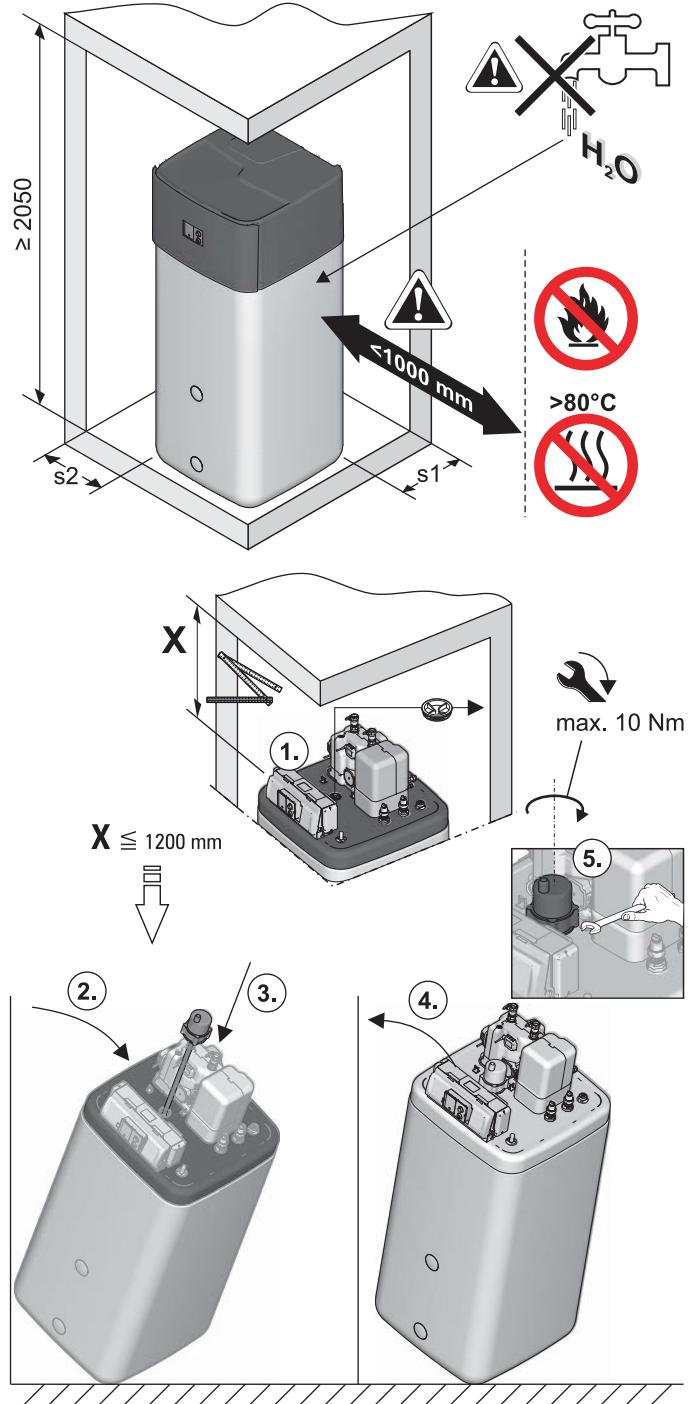

Bild 4-5 Aufstellung (dargestellt an ROTEX HPSU compact 508/516 mit Einbau des optionalen Backup-Heaters)
- Empfohlene Abstände (Bild 4-5):
- Zur Decke (X): ≥ 1200 mm, mindestens 480 mm.
- Falls benötigt, optionalen Backup-Heater (BUxx) in die ROTEX HPSU compact einbauen (Bild 4-5). Dem Zubehör beiliegende Montage- und Betriebsanleitung beachten (☞ Anzugsdrehmoment siehe Kapitel 10.3).